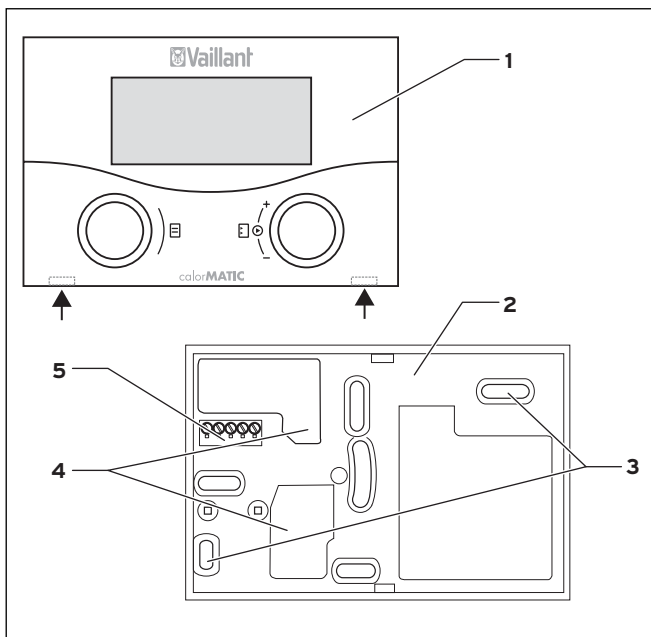

Abb. 4.1 Montage des calorMATIC 392
- ⇒ Ziehen Sie den Regler (1) vom Wandschalter (2) ab. Führen Sie dazu einen Schraubendreher in die beiden Rastlaschen ein (siehe Abb. 4.1 Pfeile).
- ⇒ Bohren Sie zwei Löcher mit Durchmesser 6 mm entsprechend den Befestigungsöffnungen (3).
- ⇒ Führen Sie das eBUS-Kabel durch eine der Kabeldurchführungen (4).
- ⇒ Drücken Sie den Regler vorsichtig auf den Wandschalter bis er einrastet. Die Stiftleiste auf der Rückseite des Reglers muss dabei in den vorgesehenen Steckanschluss (5) des Wandschalters passen.